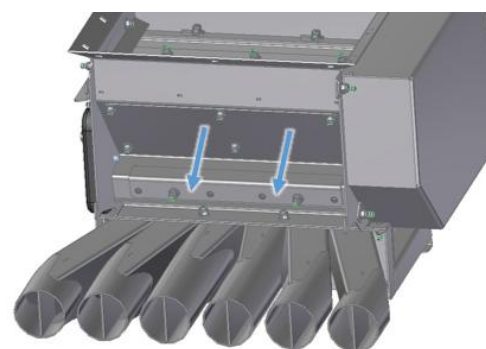

Figura 39
- Primeiro a placa de fixação deve ser afrouxada com a chave de boca fornecida para poder ajustar a vassoura inferior (veja Figura 39).